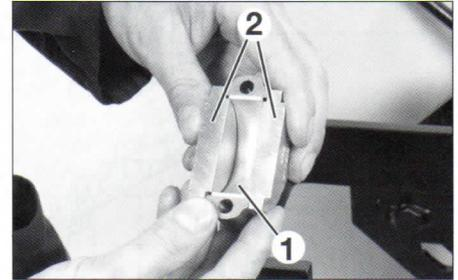

FIG. 50
- Montar en su tapa los cojinetes (1) aceitados según la clase determinada para cada cuello. Deben centrarse sobre la biela y la tapa con el útil (2) PSA 0194.P (fig. 50).